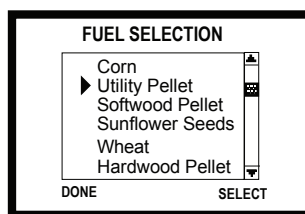

Figure 13.2
- Par exemple, si vous avez sélectionné granulés de bois et que vous brûlez du maïs, l'appareil risque de ne pas s'allumer, de s'éteindre ou d'être suralimenté (Figure 13.2).